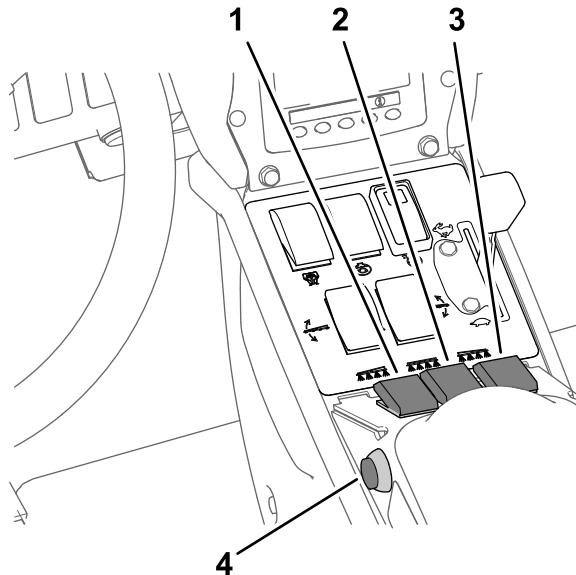

图 30
7. 将打药机喷洒臂段开关设定至开启位置图 30。
10. 以所需速度行驶然后将主喷洒臂段开关设定至开启位置开始喷洒 图 30。
3. 将主喷洒臂开关设定至关闭位置请参阅 以喷洒率模式喷洒 \(页码 27\) 中的图 30。
7. 需要时将单个喷洒臂段开关设定至开启位置请参阅 以喷洒率模式喷洒 \(页码 27\) 中的图 30。
9. 以所需速度行驶然后将主喷洒臂段开关设定至开启位置开始喷洒请参阅 以喷洒率模式喷洒 \(页码 27\) 中的图 30。